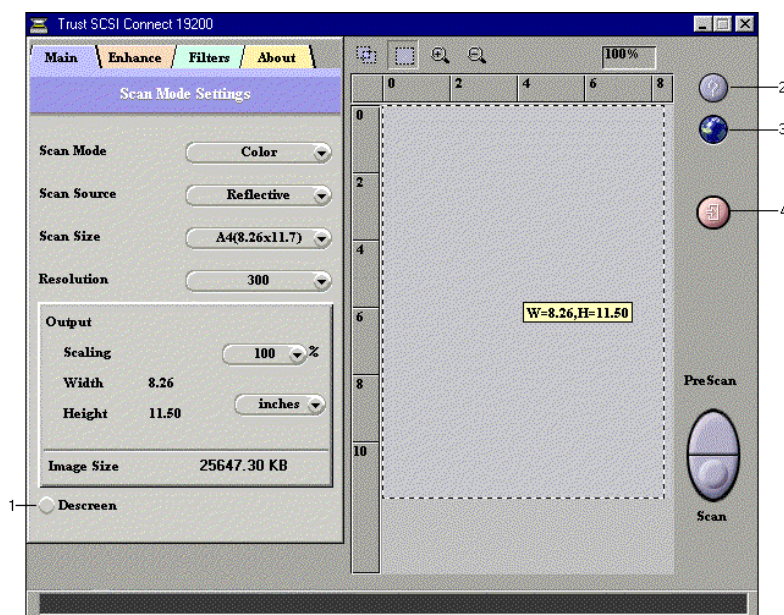

Figura 41: la finestra di dialogo TWAIN
5. Ritornare al menu dei file. Fare clic sul comando {Acquire}, che si trova normalmente accanto al comando Select. Appare così la finestra di dialogo TWAIN (vedere la Figura 41).
7. Fare clic su 'Acquire' per acquisire l'immagine (punto 7, Figura 47). Appare la finestra TWAIN (vedere la Figura 41).